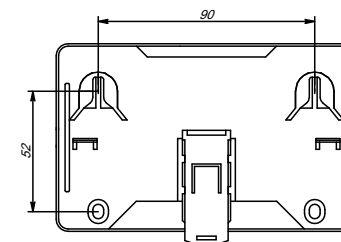

Рисунок 3
- смонтировать МС на DIN-рейку или на стену, используя отверстия в основании (Рисунок 3);